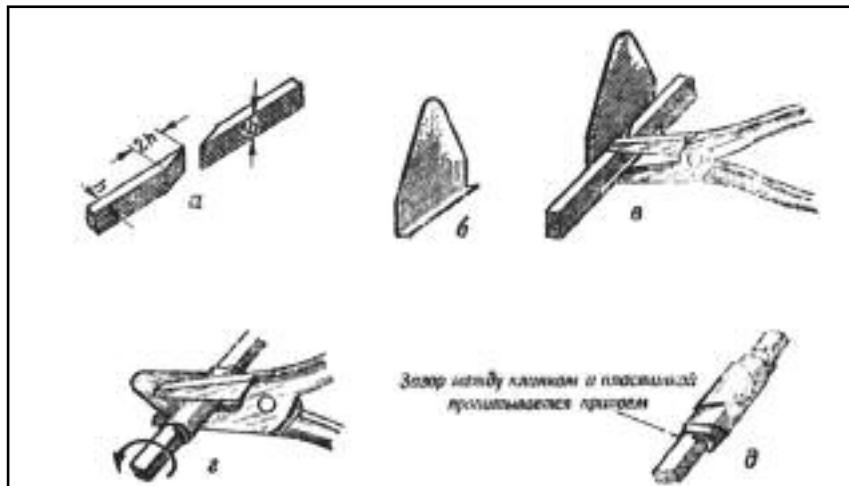

Рис. 13. Обертка стыка клинка пластинкой
2. Стыкуемые концы клинка зачищаются и стачиваются «на ус» (см. рис. 13 а). При толщине клинка меньше 1,5мм стачивания «на ус» можно не делать.
точно на ее середине (рис. 13). Выполнять это следует таким образом:
а) загнуть у пластинки уголок шириной 2-3 мм (см. рис. 13 б);
б) положить отогнутый уголок на широкую сторону клинка так, чтобы стык был точно посередине, сжать клинок с пластинкой плоскогубцами и завернуть пластинку на один оборот (см. рис. 13 в);
г) взять соединение гладкими частями губок плоскогубцев и, сжимая их левой рукой, скручивать клинок так, чтобы пластинка плотно обернула клинок, в результате чего получается стык «мозоль» (см. рис. 13 г).
8. Стык прогревается паяльником или на пламени; при этом в соединение между пластинкой и клинком добавляется припой и клинок все время поворачивается для равномерного заполнения припоеем всех зазоров (см. рис. 13 д). В это время нужно следить за тем, чтобы стык клинка не сдвинулся и остался посередине навернутой пластинки. Полное заполнение зазоров припоеем можно определить по прекращению выделения воздуха из-под навернутой пластинки (воздух начинает выделяться из-под пластинки при кипении паяльной кислоты и расплавлении припоя). Лишний припой оставлять на соединении не следует, так как он осложняет обработку стыка после спайки. Если при прогревании сломанные концы клинка отошли друг от друга, нужно, не охлаждая стык, плотнее прижать их друг к другу.